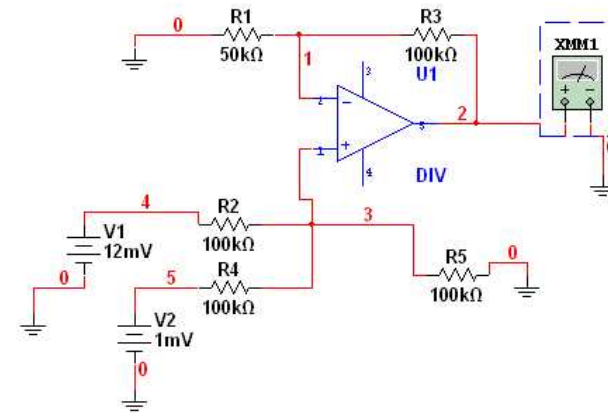

Рис. 40. Схема неинвертирующего сумматора
14. Собрать схему неинвертирующего сумматора, изображенную на рис.40.